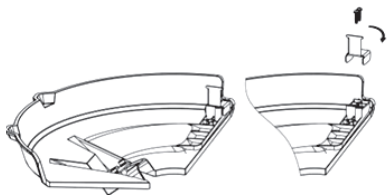

Рис. 9
3. Поверните отрезное лезвие на 180° (Рис. 9).